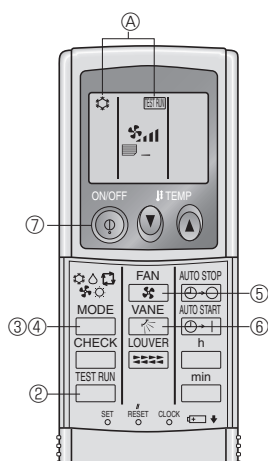

Fig. 7-5
7.2.2. De draadloze afstandsbediening gebruiken (Fig. 7-5)